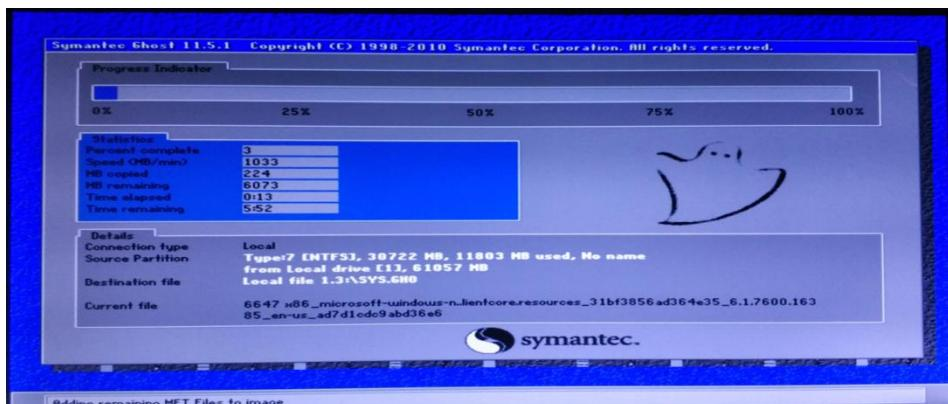

图 4 Backup 按键备份进行界面
(3) 之后就会直接进入到备份系统界面开始备份系统 (如图 4 所示)，备份完成后会自动启重系统。